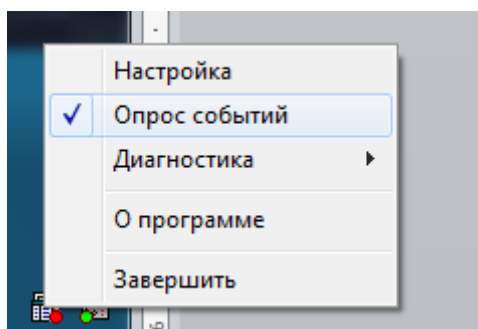

Рисунок 2.122
– запустить программу Сервер архивирования данных из пакета Foundation и загрузить необходимые события в базу данных путем выбора команды **Опрос событий** (рисунок 2.122);